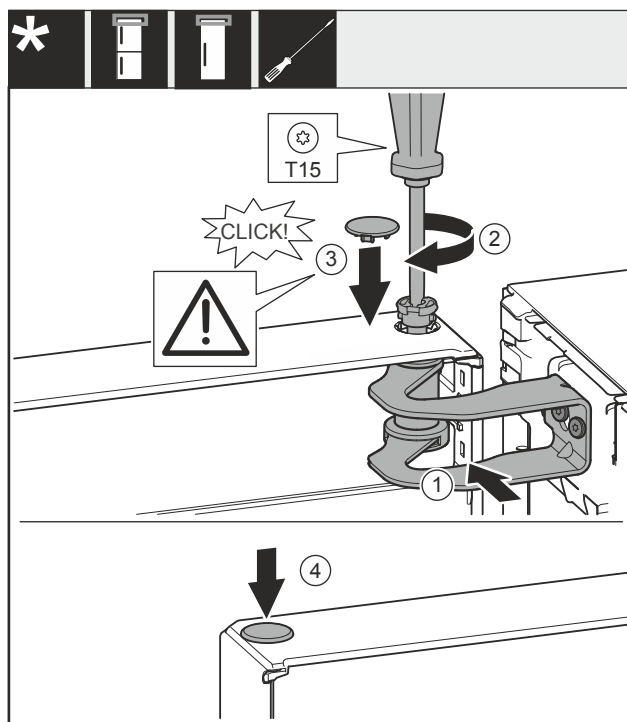

Fig. 24
- ▶ Poravnajte vrata prema otvoru u podlošku ležaja Fig. 24 (1).
- ▶ Umetnite svornjak Fig. 24 (2) i pritegnite ga odvijačem.
- ▶ Postavite poklopac Fig. 24 (3).
- ▶ Provjerite da poklopac Fig. 24 (3) naliže na vrata.
- ▶ Postavite poklopac Fig. 24 (4).